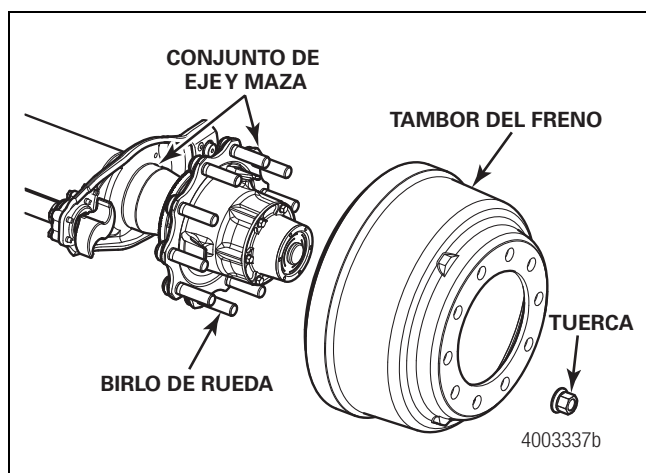

Figura 11.56
1. Retire el tambor de freno, el ajustador del freno y las zapatas de freno. Figura 11.56.